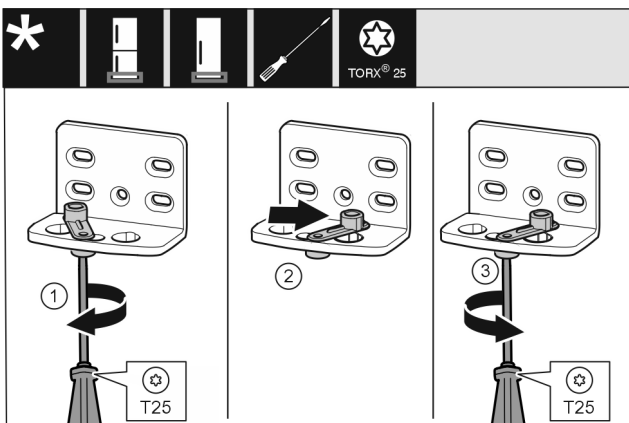

Fig. 13
- Ослабте гвинт Fig. 13 (1) за допомогою викрутки.
- Підніміть допоміжний засіб для закривання дверцят Fig. 13 (2) і поверніть його в отворі на 90° праворуч.
- За допомогою викрутки закрутіть гвинт Fig. 13 (3).